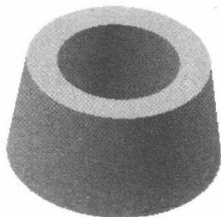
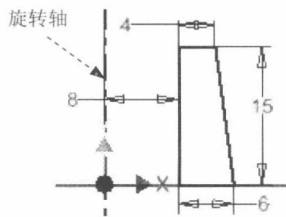

图 2.2 旋转特征 1
图 2.3 截面草图
Step2. 创建图 2.2 所示的旋转特征 1。在 **创建** 区域中选择 命令，选取 XY 平面为草图平面，绘制图 2.3 所示的截面草图；在“旋转”对话框 **范围** 区域的下拉列表中选中 **全部** 选项；单击“旋转”对话框中的 **确定** 按钮，完成旋转特征 1 的创建。